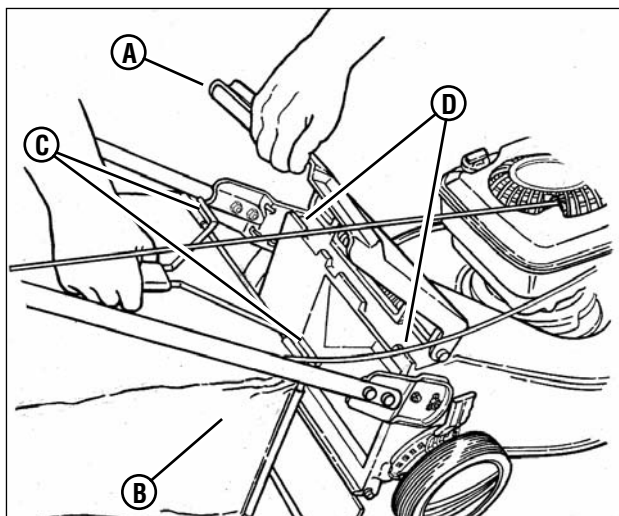

Figure 8 : Installation du bac à herbe
2. Levez la trappe d'évacuation (**A**, **Figure 8**) située à l'arrière de la machine.